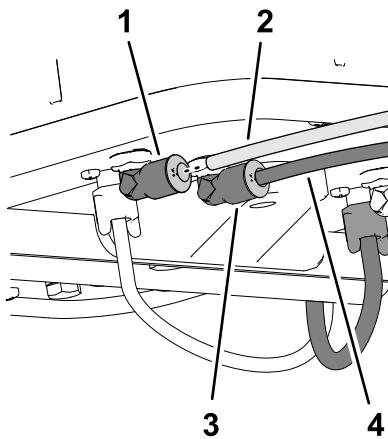

Figure 144
2. Insérez le tube transparent dans le raccord d'air sur la plaque latérale du compresseur (Figure 143 et Figure 144).
3. Insérez le tube bleu dans le raccord de liquide sur la plaque latérale du compresseur (Figure 143 et Figure 144).
5. Insérez le tube transparent dans le raccord d'air sur la plaque latérale du compresseur (Figure 143 et Figure 144).
6. Insérez le tube bleu dans le raccord de liquide sur la plaque latérale du compresseur (Figure 143 et Figure 144).